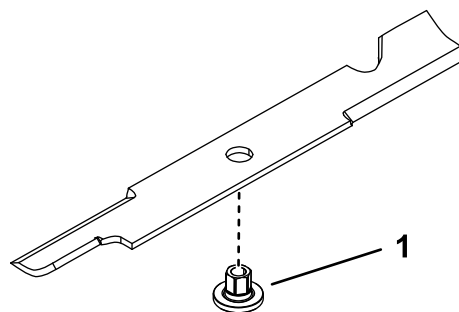

Figura 110
- Instale el casquillo a través de la cuchilla con la brida del casquillo en el lado inferior (lado del césped) de la cuchilla (Figura 110).